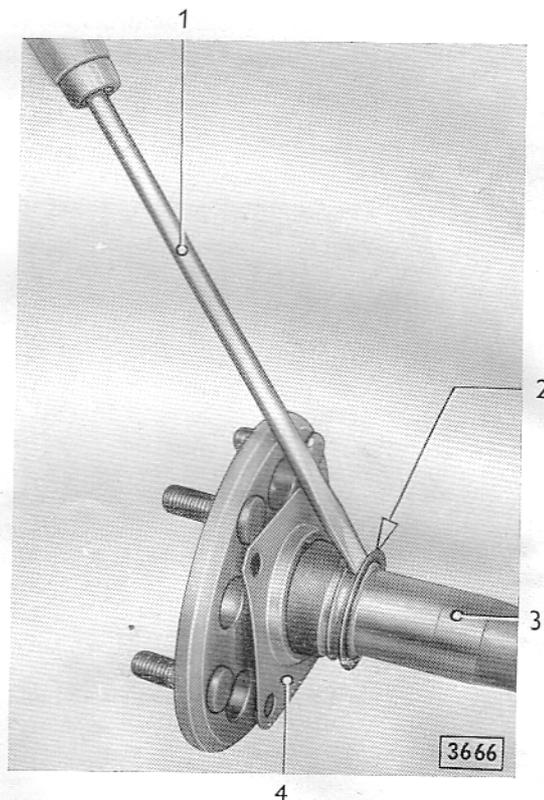

Bild 19 - Wasserablenkblech von Hinterachswelle abdrücken
2. Kugellager von Hinterachswelle abdrücken (siehe Bild 32 im Technischen Grundbuch „Hinterradaufhängung“). Bei Beschädigung des Wasserablenkbleches (19/2), dieses mit starkem Schraubenzieher, der an mehreren Stellen am Umfang des Bleches anzusetzen ist, von Hinterachswelle abdrücken (Bild 19)